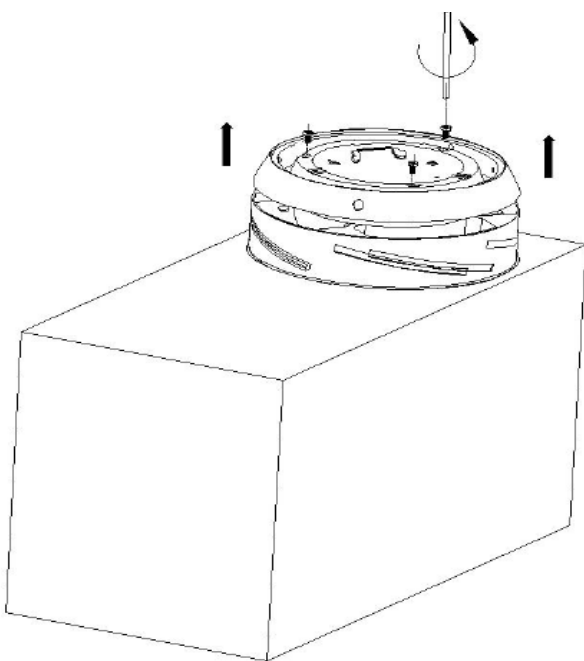

Fig. 4
NOTITIE: Het gat in de schuimverpakking is ontwikkeld als hulp om de vooraf geassembleerde ventilator in positie te houden. Zet het overkappingsscherm in het gat van de schuimverpakking om de motor naar boven toe te houden tijdens de assemblage. Fig. 4.
- Verwijder de schroeven van de lichtplaat en verwijder de lichtplaat. Fig. 4.